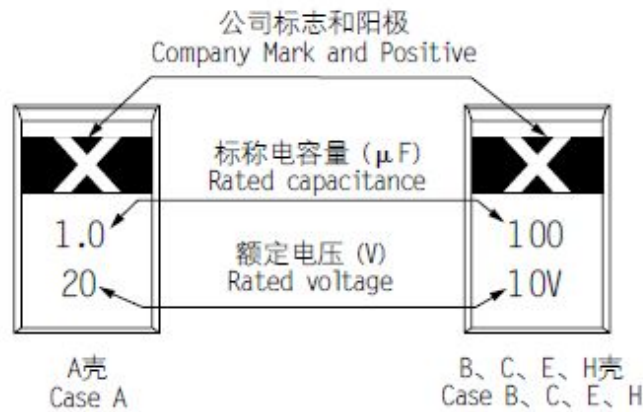

图 2
- (1) 商标及正极标识
- (2) 标称电容量
- (3) 额定工作电压
5.2 标志说明（举例）：见图 2。